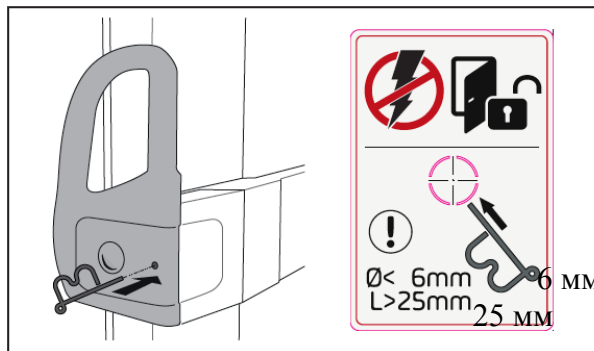

рисунок 10. Открывание двери во время сбоя подачи электроэнергии
- Вставьте прилагаемый инструмент (или любой другой, но с диаметром стержня не более 6 мм, и длиной больше 25 мм) в отверстие на ручке двери (рисунок 10).